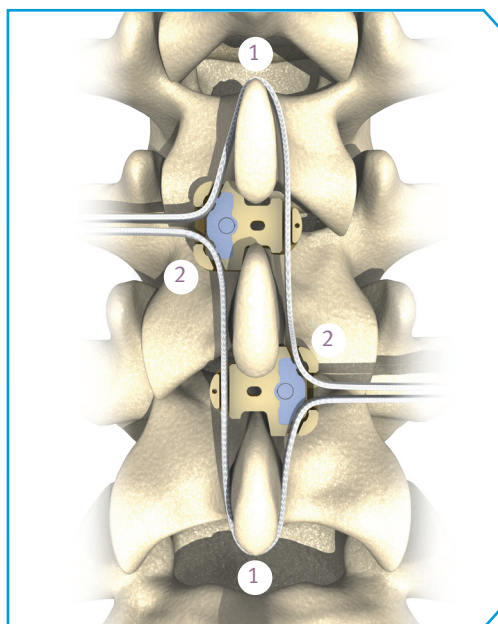

Fig. 29
El principio de la técnica es el mismo. No obstante, se recomienda colocar los dos Espaciadores *UniWallis* en direcciones opuestas (fig. 29) para evitar el posible contacto entre ellos. Para cada Espaciador *UniWallis*, una extremidad de la banda correspondiente se pasa alrededor de la apófisis espinosa (1) y la otra se pasa al lado opuesto de la apófisis espinosa intermedia y por el sistema de fijación del otro Espaciador *UniWallis* (2).